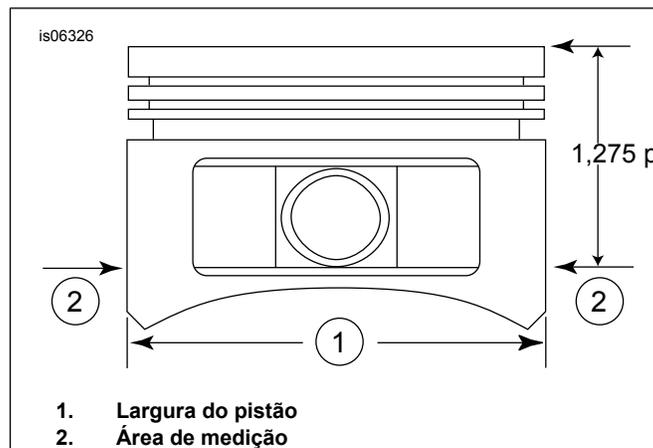

Figura 2. Medidas do Pistão
5. Ver a Figura 2. Meça a largura do pistão (1) a 90 graus na horizontal de ambos os lados do orifício do pino do pistão e a 1,275 pol. (32,385 mm) abaixo da superfície da plataforma (superior) do pistão (2). Para saber como encaixar o pistão no cilindro, consulte o Tabela 11 .